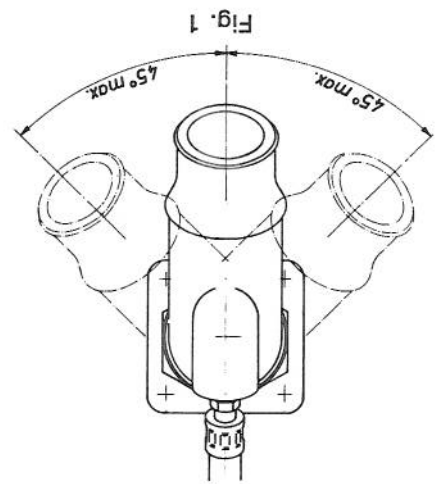

Fig. 1
1. Udstødsrøret skrues på flangen og fastspændes ved hjælp af kontramøtrikken på denne. Udstødsrøret kan fastspændes, således at det peger til styrbord eller bagbord. Vinklen i forhold til lodret må max. være  $45^\circ$  (fig. 1).
1. Screw the exhaust pipe on the flange and fix it by means of the counter nut on the flange. The exhaust pipe can be fixed so that it points to starboard or port side. The angle in proportion to vertical must maximum be  $45^\circ \text{C}$  (fig. 1).
1. Das Auspuffrohr auf den Flansch schrauben und es mit der Gegenmutter auf dem Flansch befestigen. Das Auspuffrohr kann so befestigt werden, dass es gegen Steuerbord oder Backbord weist. Der Winkel im Verhältnis zu senkrecht muss max.  $45^\circ$  sein (Fig. 1).